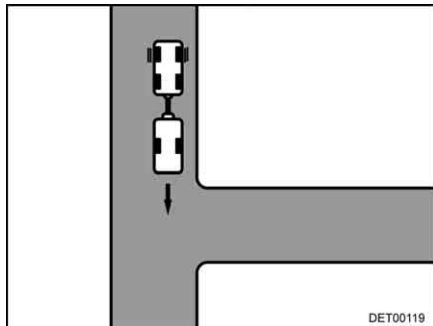

Bild 16 Start
- Kör mot infarten så långt att husvagnens bakdel befinner sig unng. framför infarten (Bild 16).